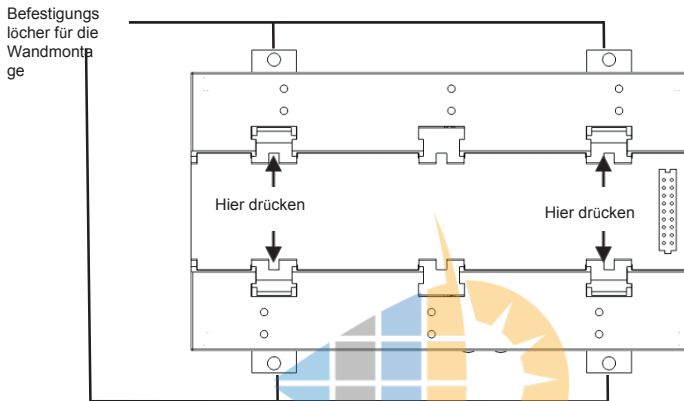

Abbildung 4: Clips in geöffneter Position
- 3 Positionieren Sie das Gerät mit geöffneten Clips an der Wand, wie in Abbildung 4 dargestellt. Markieren Sie die Punkte durch die Löcher der Clips und bohren Sie die Löcher mit einem Bohrer mit 4 mm Durchmesser.